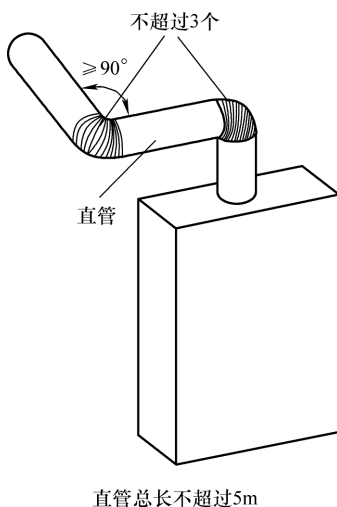

图 7-53 安装排烟管
1) 排烟管长度可按需要确定,直管总长不得超过 5m,转弯不得超过 3 个,转弯角度不小于 90°,以减少排烟阻力(见图 7-53)。